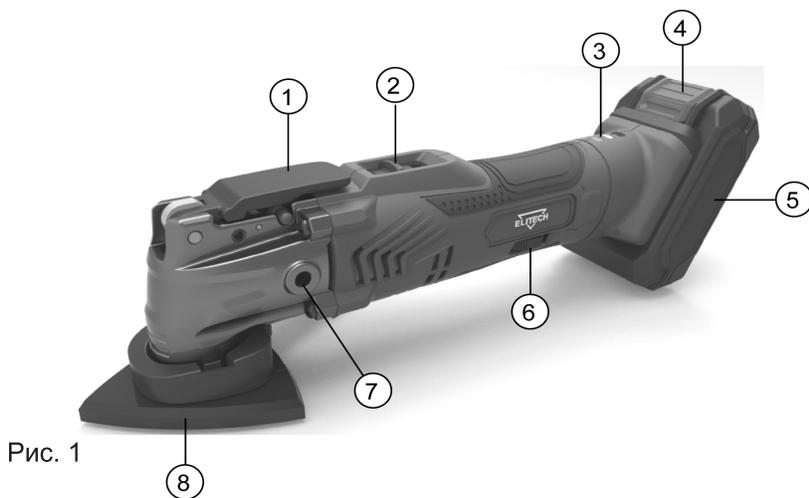

Рис. 1
- Извлеките аккумулятор 5 (Рис. 1) из инструмента, нажав на кнопку разблокировки аккумулятора 4 (Рис. 1) и потянув аккумулятор из устройства.
Установите аккумулятор на инструмент. Во время включения инструмента светодиодный индикатор 3 (Рис. 1) будет показывать уровень заряда аккумулятора.
Для запуска инструмента переведите выключатель 2 (Рис. 1) в положение “I (ВКЛ)”. Для остановки инструмента переведите его в положение “0 (ВЫКЛ)”.
Для увеличения/уменьшения частоты колебаний инструмента вращайте регулировочное колесо 6 (Рис. 1).